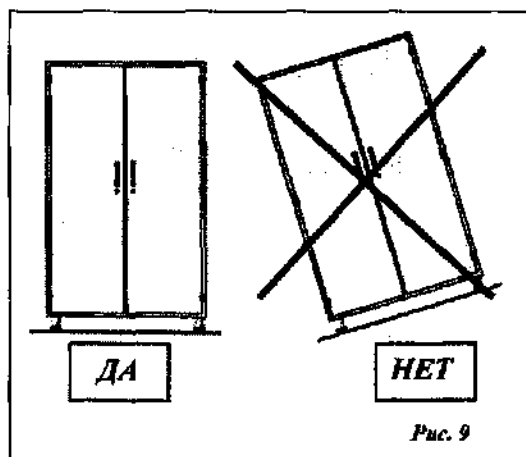

Рис. 9
* Никогда не оставляйте шкаф на наклонной плоскости (рис. 9).